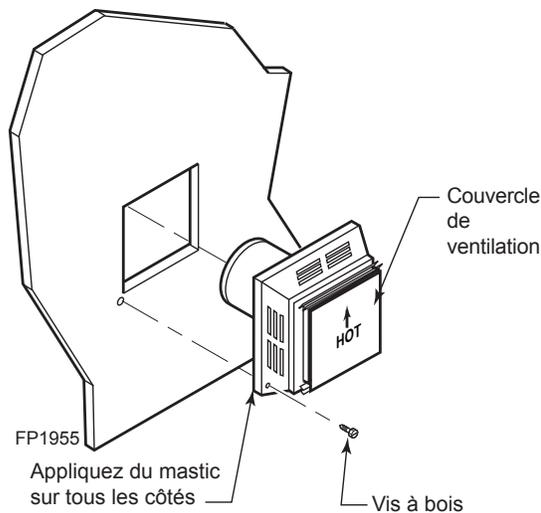

Figure 17 - Installez le couvercle de ventilation horizontale
- Appliquez une perle de mastic non durcissable autour du rebord extérieur du bouchon d'aération. Placez le couvercle de ventilation au centre du trou du mur extérieur, le mot « UP » du couvercle orienté vers le haut. Assurez-vous qu'un dégagement approprié de 1 po soit respecté. Fixez le bouchon d'aération à l'aide des quatre vis à bois fournies. Figure 17
1. Découpez un trou de ventilation dans le mur. *Page 16, Figure 17*